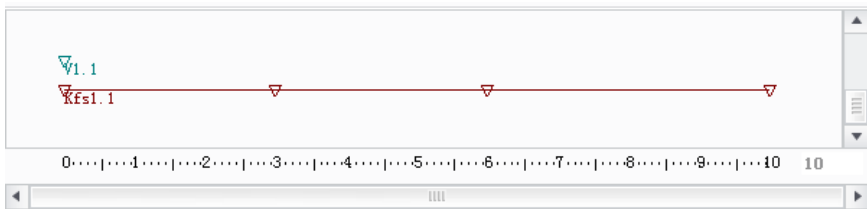

图 14.2.29 时间域
(1) 在“定时视图”对话框的**名称**栏中选取 V2 视图。
(2) 在对话框的**时间**区中输入时间值 0.5，并从**之后**列表中选取一个参考事件 Kfs1.1:6 Snapshot3，动画将在该时间和参考事件后改变到该视图。
(3) 单击“定时视图”对话框中的**应用**按钮，定时视图事件 V2.1 出现在时间线中，如图 14.2.29 所示。